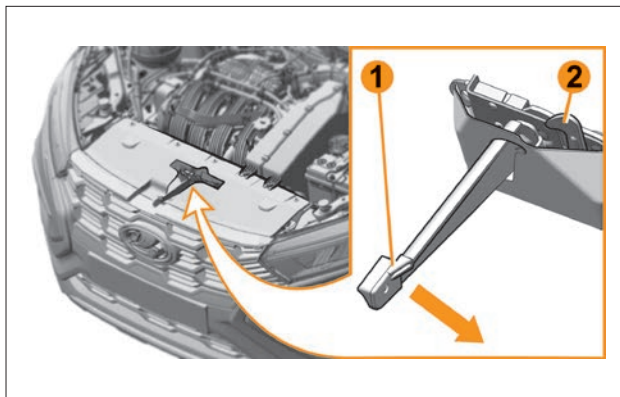

Рис. 6.2.2. Предохранительный крюк замка капота
2. Слегка приподнимите капот и под передним краем капота нащупайте ручку 1 (рис. 6.2.2) предохранительного крюка 2. Сдвиньте ручку 1 слева-направо вдоль кромки решетки радиатора и освободите крюк 2.